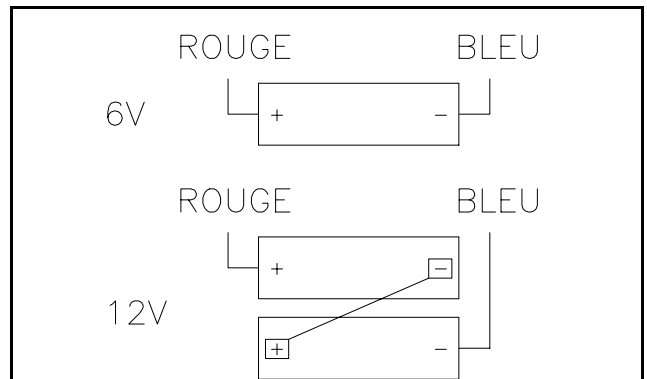
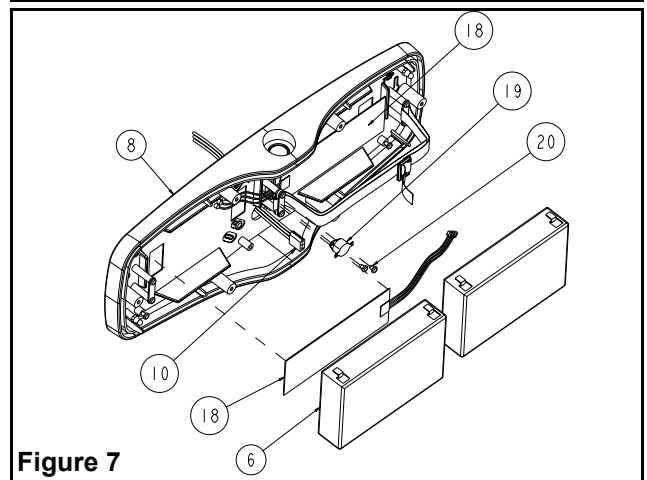

Figure 6
Figure 7
- Remettre les batteries en place, se référer à la figure 6 pour le raccordement des batteries. Remettre le module électronique en place tel que montré à la figure 5.
- Raccorder le chauffe batterie au thermostat (19) ainsi qu'au cordon d'alimentation C.A. (10) (see figure 7).
- c. Remettre les batteries en place. Il est très important de replacer le chauffe batterie (18) entre la batterie (6) et la plaque arrière (8) tel qu'illustré à la figure 7. Se référer à la figure 6 pour le raccordement des batteries. Remettre le module électronique en place tel que montré à la figure 5.